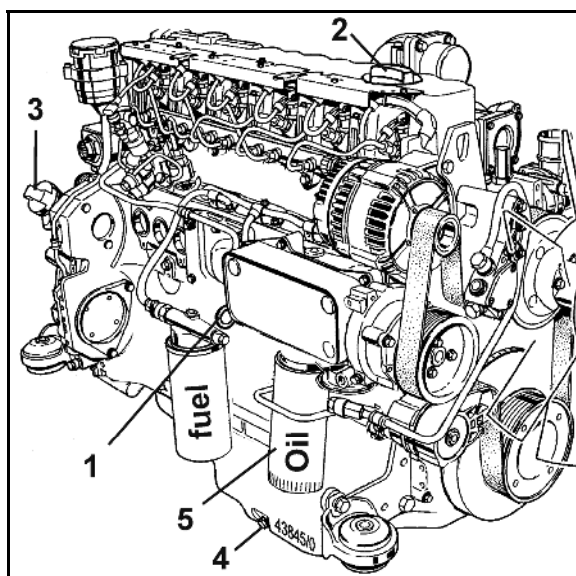

Fig. 143
2. Træk oliepinden (Fig. 143/1) ud og tør den af med en ren klud.
4. Om nødvendigt, skal der efterfyldes med den forskrevne olie i påfyldningsåbningen (Fig. 143/2,3).
5. Skru olieaftapningsskruen (Fig. 143/4) ud.